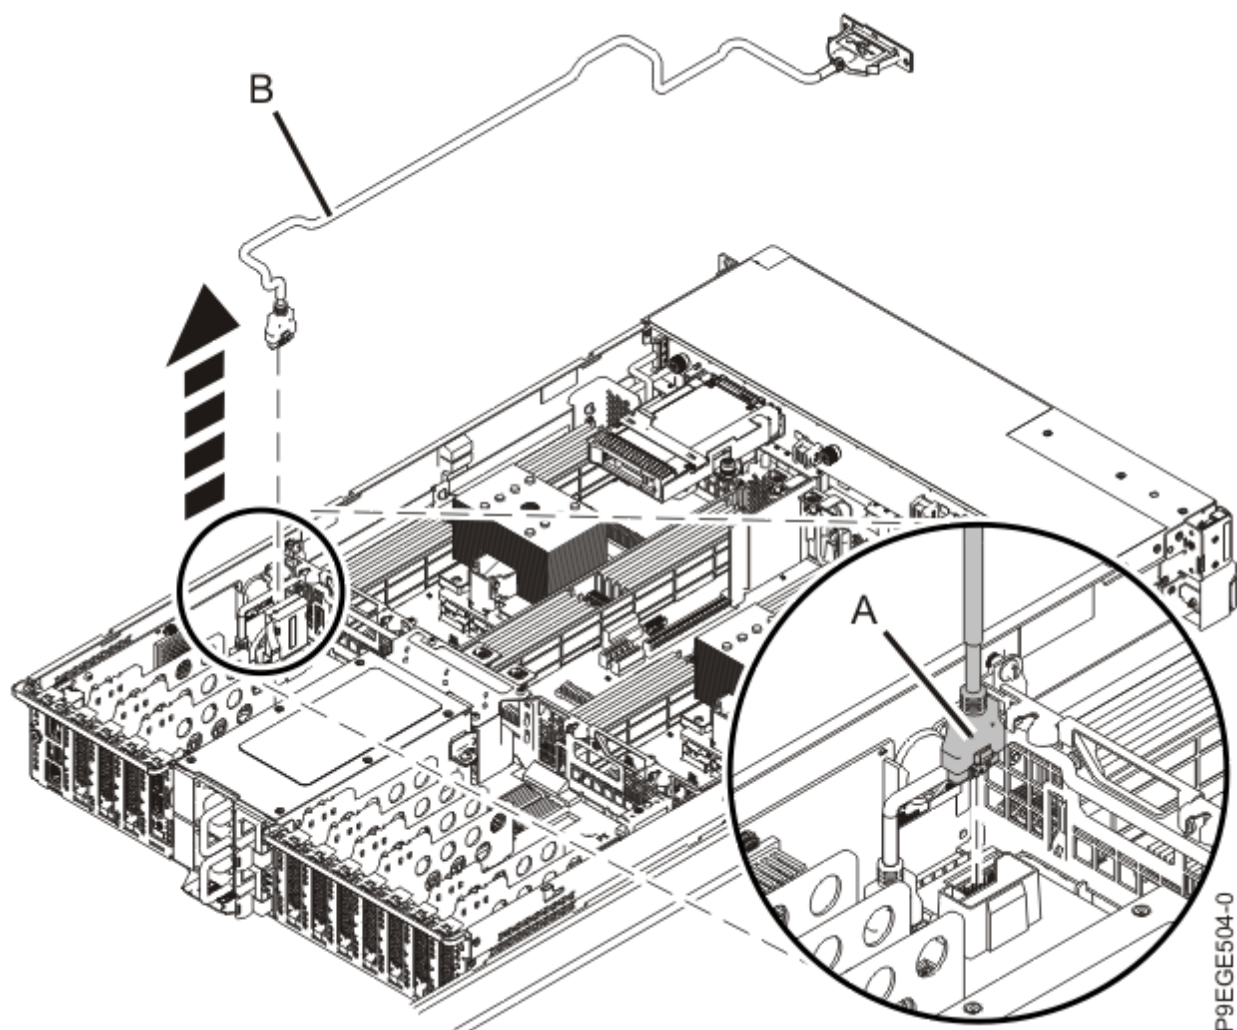

Figure 7. Retrait du câble USB avant du fond de panier système
3. En appuyant sur le loquet du connecteur, débranchez le câble USB avant **(A)** du fond de panier système, comme indiqué à la Figure 7, à la page 9.